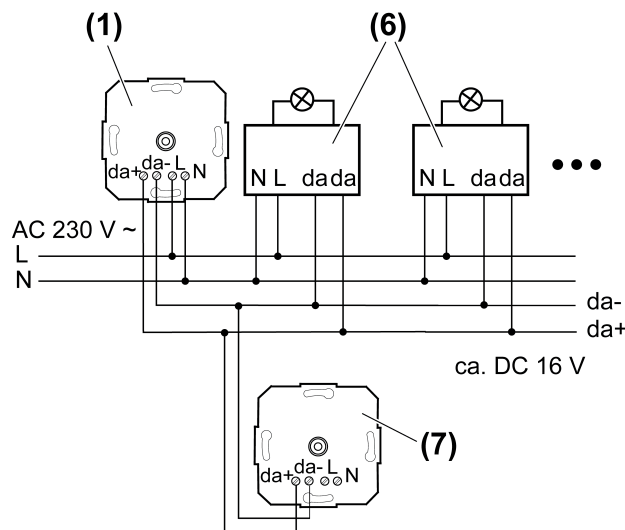

Bild 3
- (1) DALI-Potentiometer "aktiver Betrieb"
- (6) DALI-Teilnehmer, z. B. DALI-EVG, DALI Device Type 8 für Tunable White
- (7) DALI-Potentiometer ohne Anschluss der Netzspannung "passiver Betrieb"
- DALI-Potentiometer und DALI-EVG gemäß Anschlussbeispiel anschließen (Bild 3). Dabei die Angaben des EVG-Herstellers beachten.